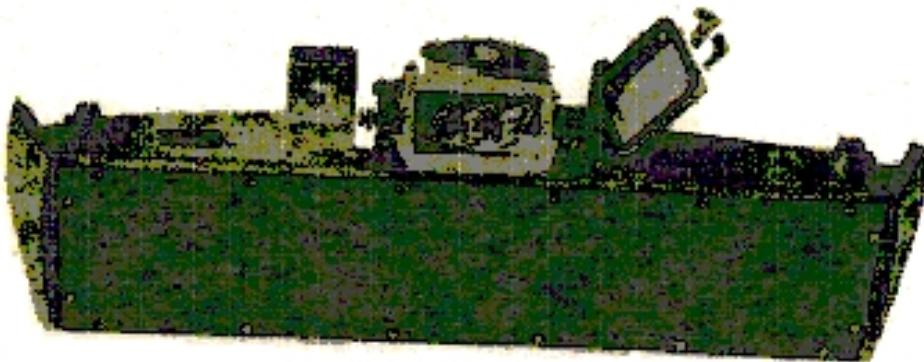

Fig. 6 Vedere generală a unui inductor de cale
La semnalele principale care fac și funcția de semnal prevestitoare se montează inductoare (fig. 6) care pot fi acordate pe frecvență de 2 000 Hz sau 1 000 Hz. După frecvența pe care sunt acordate, acestea produc influență pe locomotivă după cum s-a arătat mai sus.
1.2.1. Inductorul de cale (fig. 6)